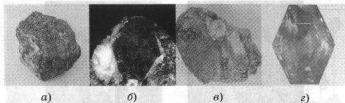
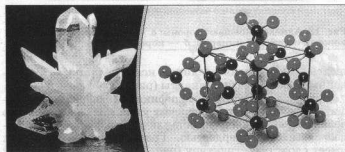

Рис. 15. Разновидности оксида алюминия:
Рис. 16. Кварц — вещество с атомной кристаллической решеткой
Атомные кристаллические решетки имеют не только простые, но и сложные вещества, например, все разновидности оксида алюминия (рис. 15): наждак, корунд, рубин, сапфир. Наиболее распространенное в неживой природе соединение с атомной кристаллической решеткой — это оксид кремния (IV). Почти чистым оксидом кремния (IV) является минерал кварц (рис. 16).